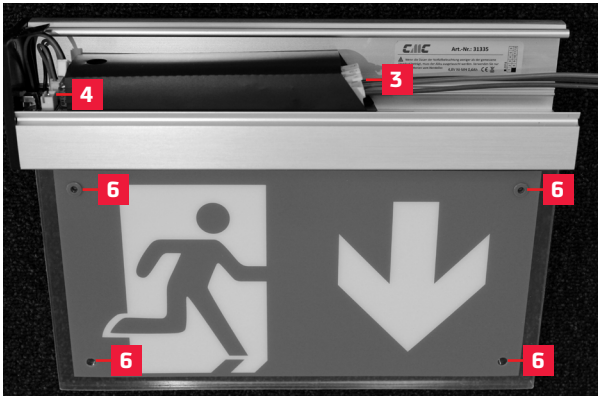

Abb. 3 - LED Notleuchte „Follow Me @“, geöffnetes Gehäuse
Schritt 3 • Schließen Sie die Notleuchte, wie in Abbildung 3 gezeigt, an die 230VDC Netzspannung an.